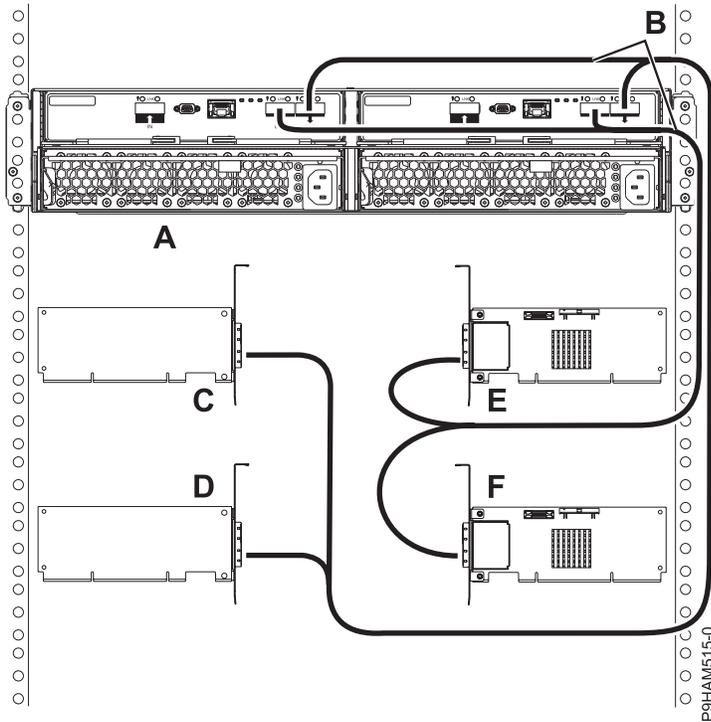

Figura 29. Conexión de la modalidad 4 de un alojamiento de unidad de disco 5887 utilizando cables X a cuatro adaptadores SAS independientes
20. Lleve a cabo una conexión de modalidad 4 de un alojamiento (A) utilizando cables X (B) a cuatro adaptadores SAS independientes (C, D, E y F), tal como se muestra en la Figura 29 en la página 28, y, a continuación, siga con "Conexión de los cables, cables de alimentación e instalación de cubiertas" en la página 29.